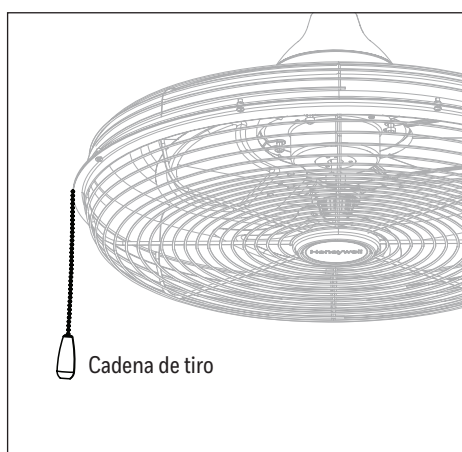

Figura 2.2
2. La cadena de tiro de ventilador tiene cuatro posiciones para controlar la velocidad. Un movimiento activa la velocidad BAJA; dos para la velocidad MEDIA; tres para la velocidad ALTA; y cuatro para APAGAR el ventilador (Figura 2.2)